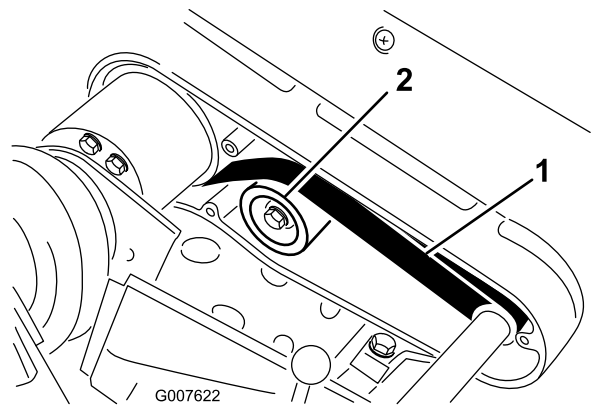

Bild 39
- A. Lösen Sie die Befestigungsmutter der Spannscheibe und drehen Sie die Spannscheibe nach rechts gegen die Rückseite des Riemens, bis Sie die gewünschte Riemenspannung erzielt haben (Bild 39).
2. Bringen Sie eine Kraft von 22-26 N in der Mitte zwischen den Riemenscheiben (Bild 39) auf den Riemen an.